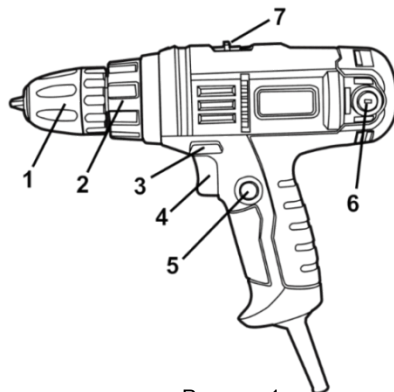

Рисунок 1
**4.1** Встановіть необхідний крутний момент за допомогою кільця регулятора моменту затягування (2) (див. рисунок 1).
**4.3** Для вмикання виробу натисніть на курок вимикача (4) (рисунок 1). Для відключення виробу слід курок відпустити. Регулювання швидкості обертання патрона здійснюється ступенем натискання на клавішу вимикача.